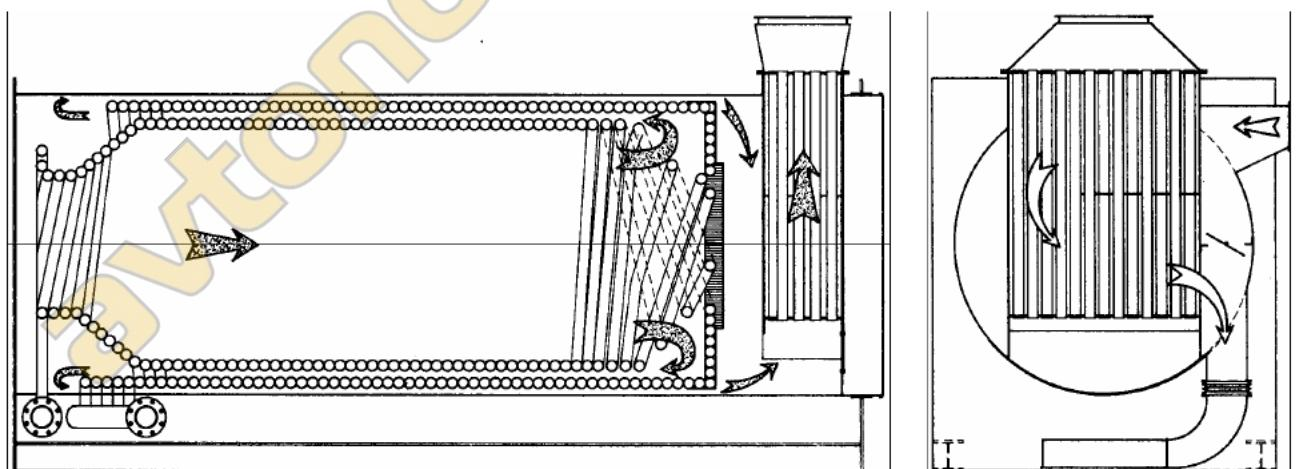

Рис. 2
- Мощностью  $1.200.000 \div 8.000.000$  ккал/ч (Рис. 2)